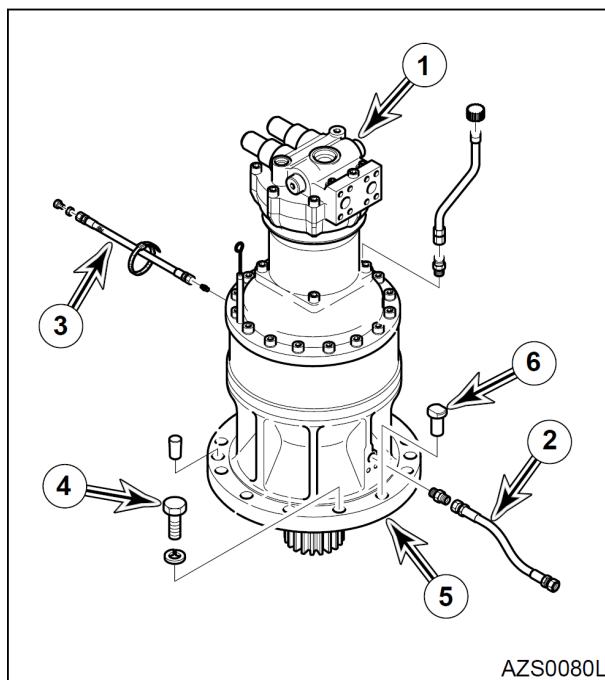

Рис. 16 SOLAR 470LC-V
2. Убедитесь, что установочные штифты (6, рис. 16) установлены во фланце редуктора поворота (5).
3. При помощи подходящего подъемного устройства поднять двигатель поворота (1, рис. 16) и редуктор (5) и установить.
4. Установите 22 болта с шайбами (4, рис. 16), чтобы закрепить редуктор поворота (5) на раме.
5. Подсоединить трубку (2, рис. 16) к редукторной коробке передач (5). (Solar 470LC-V)
6. Подсоединить магистраль смазывания (3, рис. 16) к коробке передач (5).
7. Подключить шланги к двигателю поворота (1, рис. 16), соблюдая их маркировку.